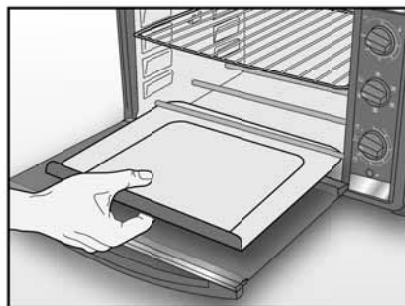

Fig. 5
- Utilizzando appositi guanti da cucina, estrarre il vassoio raccogli briciole (P) e procedere con la sua pulizia. Reinserrarlo quindi all'interno dell'apparecchio facendo attenzione a posizionarlo correttamente sotto le resistenze (N) (Fig. 5).
- La leccarda (D), la griglia (C), il vassoio raccogli briciole (P) e lo spiedo (E) possono essere lavati